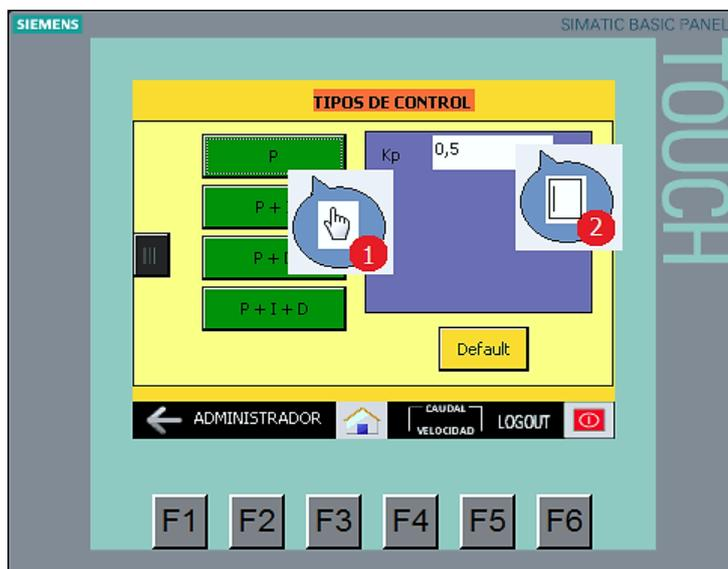

Figura 3.24: Configuración del control proporcional.
Para configurar este tipo de control se debe ingresar oprimiendo el botón de control proporcional (P), entonces se mostrará activa solamente la constante de ganancia proporcional K_p como parámetro configurable (figura 3.24).